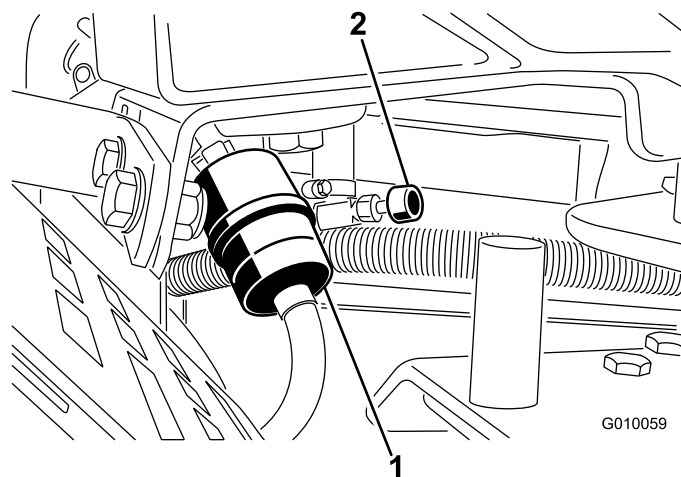

Figure 52
2. Fermez le robinet d'arrivée de carburant (Figure 52).
3. Pincez les extrémités des colliers et éloignez les colliers du filtre (Figure 52).
5. Posez un filtre neuf et rapprochez les colliers de fixation du filtre (Figure 52).
7. Ouvrez le robinet d'arrivée de carburant (Figure 52).
3. Desserrez le collier de serrage au niveau du filtre à carburant et éloignez-le du filtre en le poussant le long de la conduite d'alimentation (Figure 52).
4. Débranchez la conduite d'alimentation du filtre à carburant (Figure 52). Ouvrez le robinet d'arrivée de carburant et faites couler le carburant dans un bidon ou un bac de vidange.
5. Raccordez la conduite d'alimentation au filtre. Rapprochez le collier de serrage du filtre pour fixer la conduite d'alimentation (Figure 52).